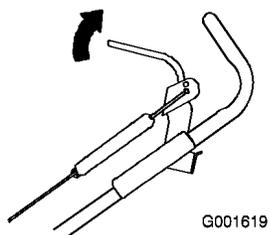

Figure 20
1. Rapprochez la barre de commande du mancheron pour tendre le câble (Figure 20)